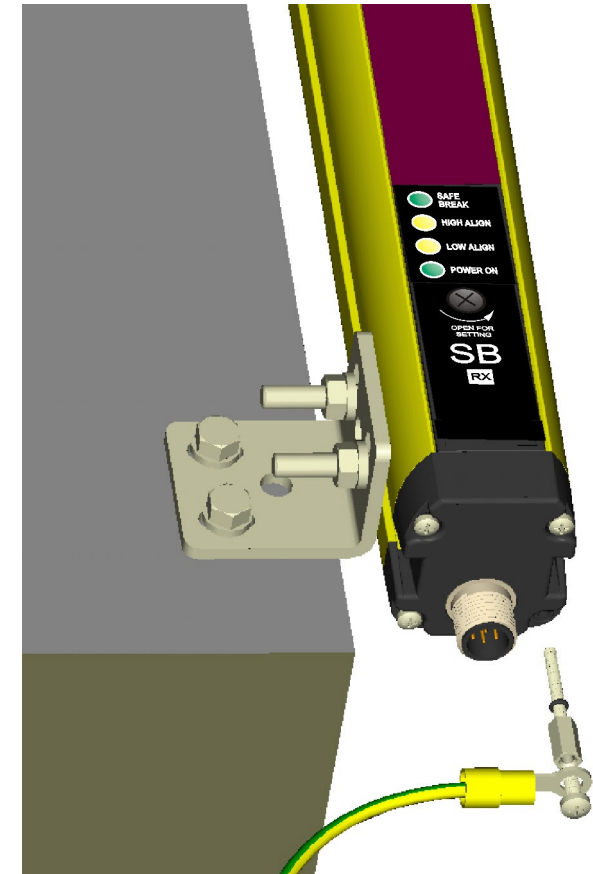

Fig.19
- Non è indispensabile provvedere al collegamento di terra delle due unità; qualora lo si desideri è possibile eseguire tale connessione avvitando l'apposita vite a corredo al posto di una qualsiasi delle 8 viti che bloccano le testate di ciascuna unità. (vedi Fig.19).